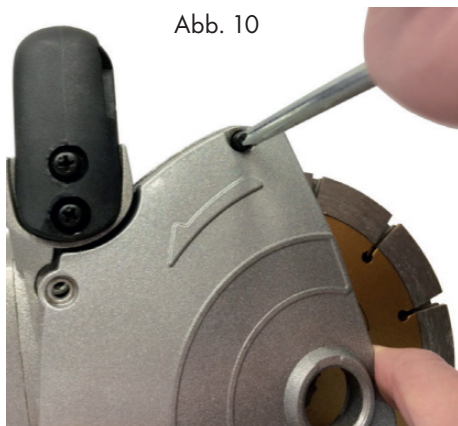

Abb. 10
- Entfernen Sie die Seitenabdeckung (15) durch Lösen der drei Schrauben, Abb.10.